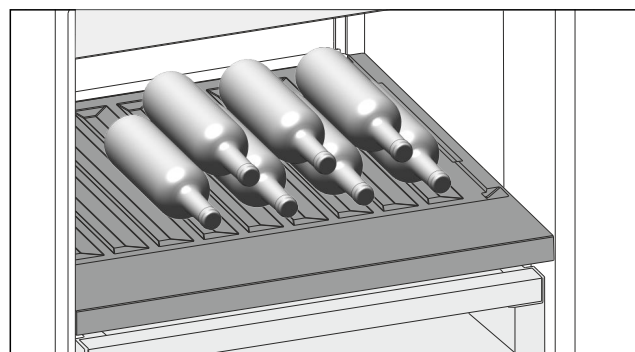

Fig. 162 Voorbeeldweergave
- ▶ Flessen met de bodem naar achteren tegen de achterwand plaatsen. (zie Fig. 162)